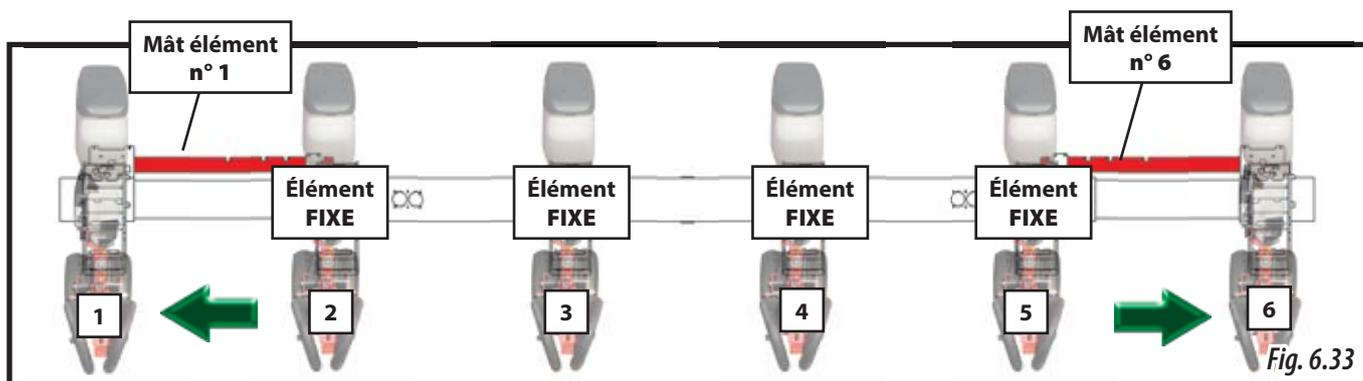

Fig. 6.33
- 2 éléments, un à chaque extrémité, sur le semoir TÉLESCOPIQUE SIMPLE (Fig. 6.33).